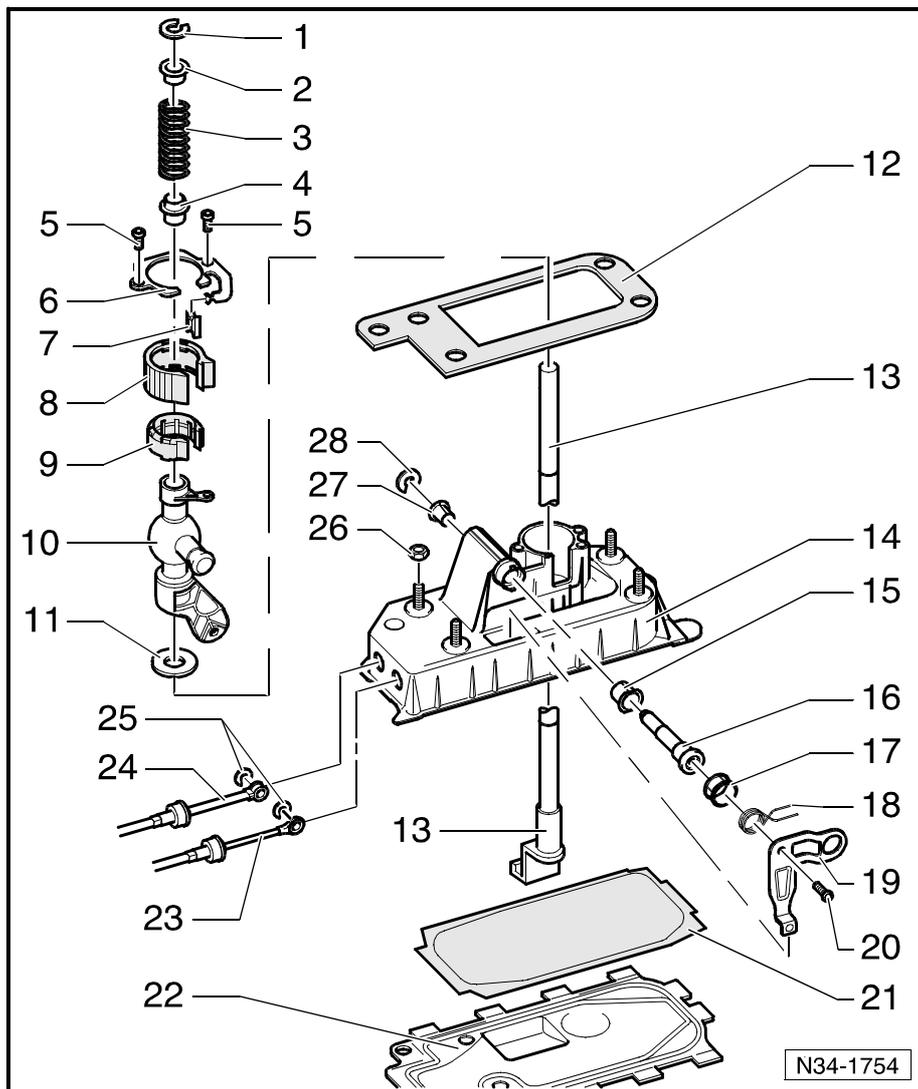

Fig. 1: Démontet et monter le câble de sélection et le câble de passage des vitesses
- Démontez et montez ⇒ Fig. 1 au **34-1** page 6